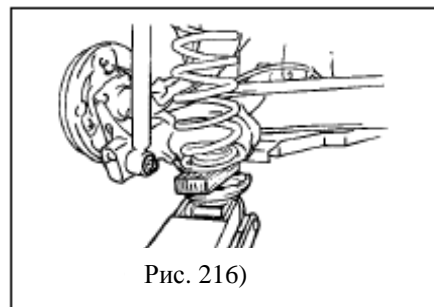

Рис. 216)
- (1) Поднимите домкратом заднюю балку (Рис. 216)